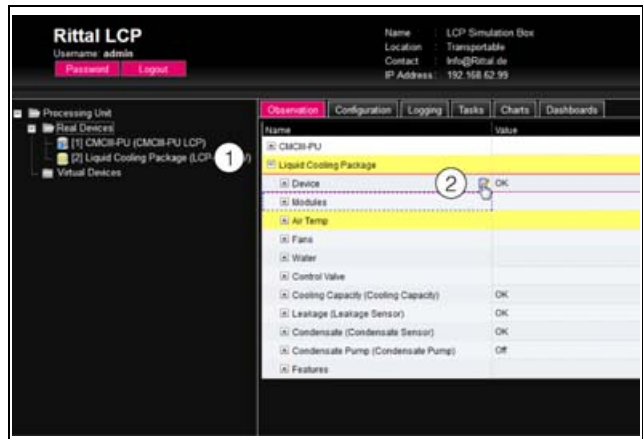

Abb. 100: Auswahl mehrerer Parameter
- Klappen Sie nur den Eintrag „Liquid Cooling Package“ aus, indem Sie auf das „Plus“-Zeichen vor diesem Eintrag klicken (Abb. 100, Pos. 1).
- Setzen Sie den Mauszeiger an das Ende der ersten Spalte in der Zeile „Device“ (Abb. 100, Pos. 2). Es erscheint ein „Edit“-Symbol und der Mauszeiger ändert sich in ein „Hand“-Symbol.